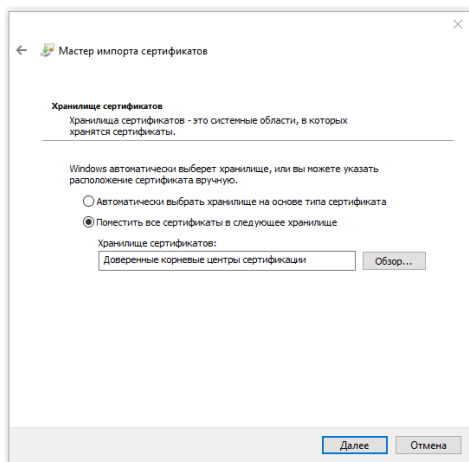
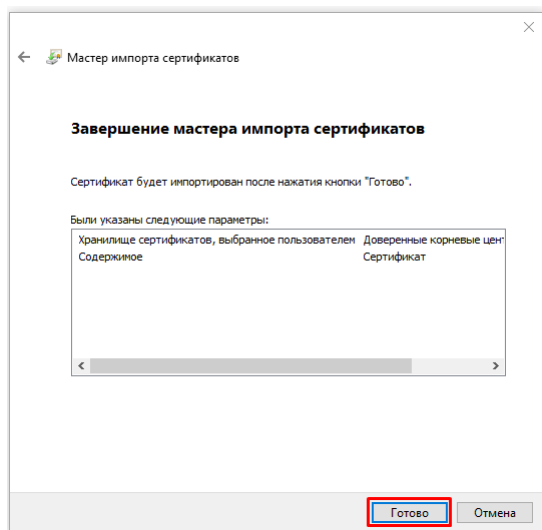

Рис. 5.23. Выбор «Доверенные корневые центры сертификации»
Рис. 5.24. Импорт сертификатов выполнен
- Нажмите «Далее» (см. рис. 5.23), а затем «Готово» (см. рис. 5.24).